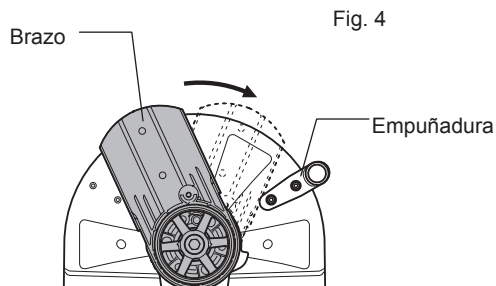

Fig. 4
- (5) Gire el brazo hasta que entre en contacto con la empuñadura y gire el eje de bloqueo hasta la posición original a mano. (Fig. 4)